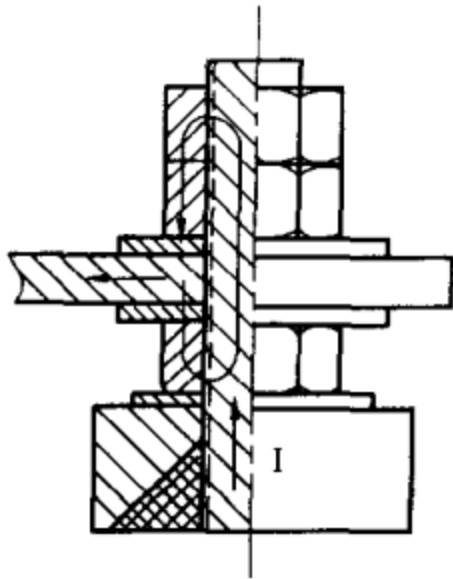
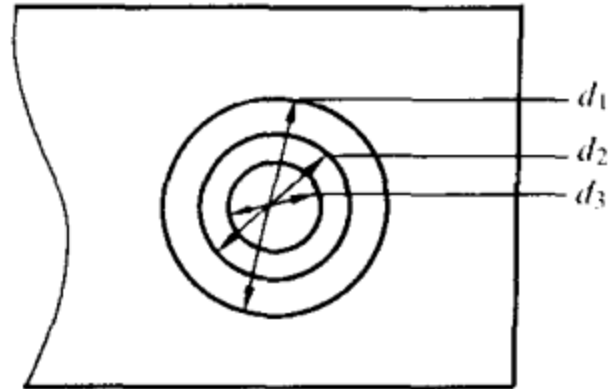

图 1-52 低压套管接线示意图
图 1-53 线夹和垫圈接触面示意图
1) 铜铝过渡线夹：接线端紧固件情况如图 1-52 所示。从低压电流通过的途径看，上下垫圈与线夹的实际接触面是很重要的。若以 A 代表接触面积(见图 1-53)，则